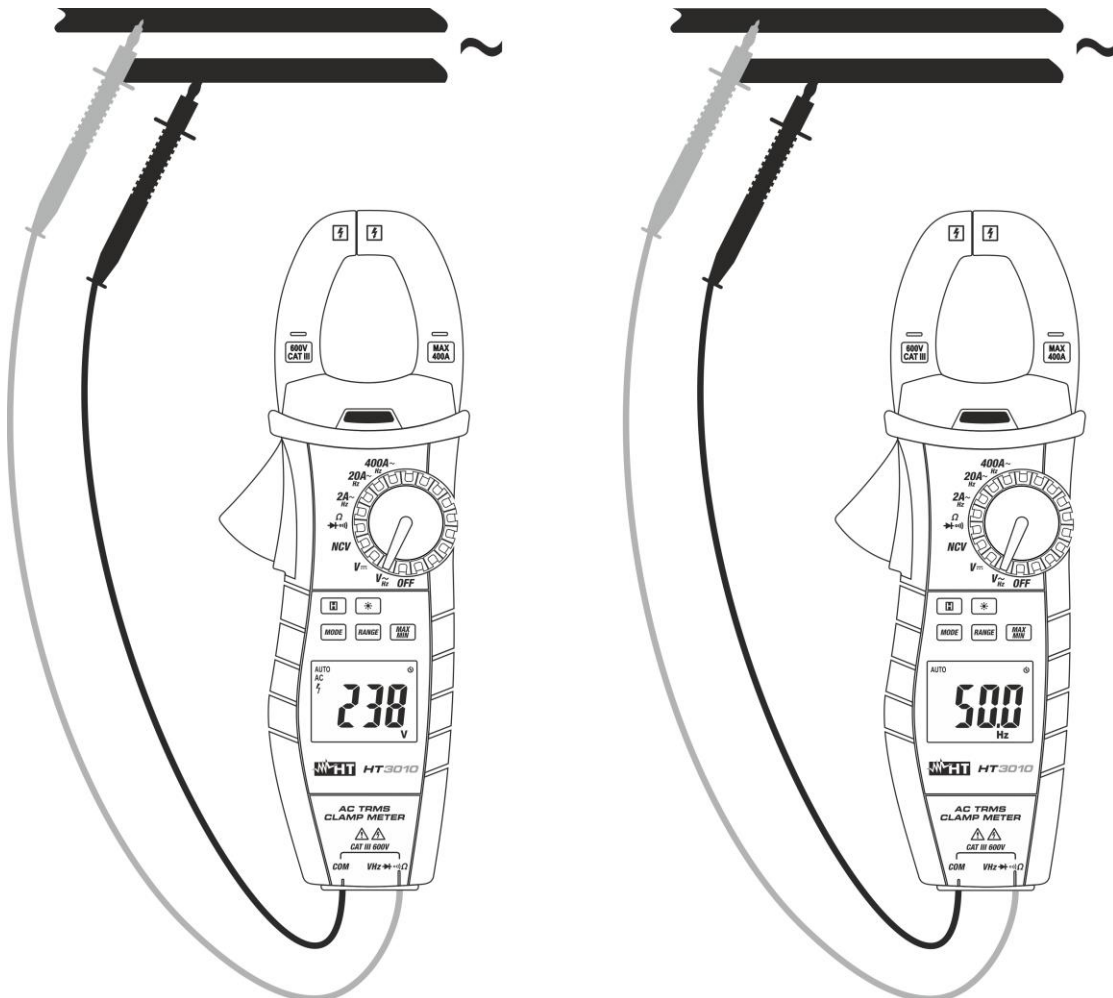

Fig. 5: Uso del instrumento en medida de Tensión CA y Frecuencia
3. Posicione las puntas de prueba en los puntos deseados del circuito en examen (ver Fig. 5). El valor de la tensión se muestra en pantalla.